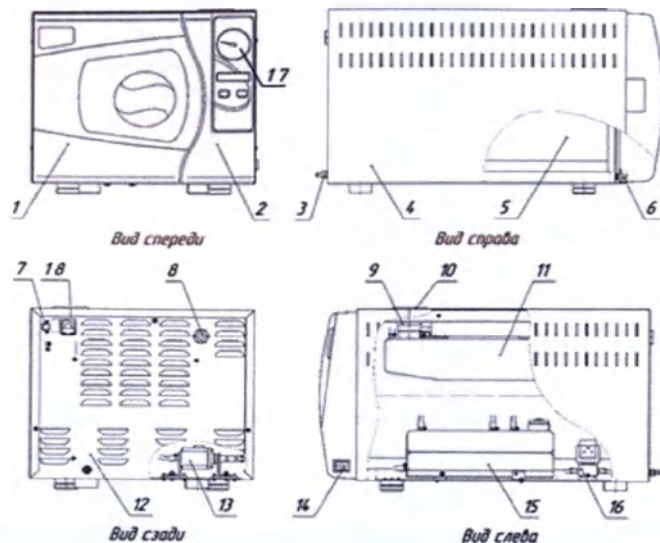
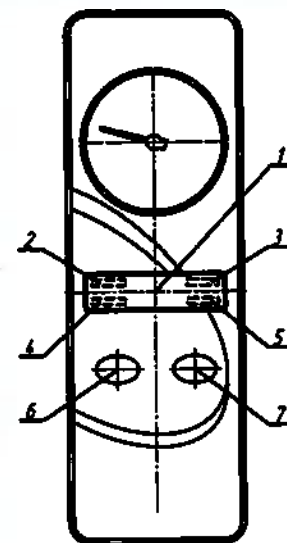

Рисунок 1 - Внешний вид стерилизатора парового ГК-25-ПЗ в варианте исполнения КИУС.942711.004-07.
Рисунок 3 - Панель управления:
1.5.1 Основными сборочными единицами стерилизатора являются (см. рисунок 1): стерилизационная камера 5, блок управления 2, бачок для воды 11, бачок конденсатный 15.
Обозначение программы и количество проведенных циклов стерилизации отображается соответственно в левом и в правом углах верхней строки дисплея, в тот момент, когда не запущен режим стерилизации (см. рисунок 3).
2.2.6 Подключить стерилизатор к сети. Перед подключением стерилизатора к питающей сети убедиться в том, что напряжение сети питания соответствует указанному в руководстве по эксплуатации и розетка питания имеет заземляющий контакт. Включить сетевой выключатель (поз.14 рисунок 1).
2.2.7 Вручную заполнить бачок для дистиллированной воды. Открыть пробку (поз. 10 рисунок 1) и через горловину (поз. 9 рисунок 1) залить в бачок для воды дистиллированную воду до окончания прерывистого звукового сигнала и (или) пропадания индикации отсутствия воды.
2.3.1 Включите сетевой выключатель (поз.14 рисунок 1), при этом загорится подсветка дисплея и индицируется основное меню (см. рисунок 3).
При необходимости долийте воды в бачок согласно 2.2.7. Стерилизатор готов к работе. Для запуска программы из основного меню (см. рисунок 3) нажмите кнопку ввода 7. При этом запускается последняя выбранная программа стерилизации (в данном случае – установленная заводом-изготовителем программа 1). При отработке программы на дисплее последовательно индицируются этапы программы стерилизации: "НАГРЕВ", "ВЫХОД В РЕЖИМ", "ЭКСПОЗИЦИЯ", "СБРОС ПАРА", "ВЫРАВНИВАНИЕ", "ЦИКЛ ЗАВЕРШЕН".
2.3.5 Стерилизатор работает автономно. Отработанные пар и вода сбрасываются в бак конденсатный. Емкости бачка гарантированно хватает на выполнение двух циклов стерилизации. По мере заполнения бачка конденсатной водой, её нужно сливать. Для этого при открытой дверце стерилизатора, необходимо на штуцер слива конденсата (см. рисунок 1) надеть шланг подходящего типоразмера и повернуть штуцер против часовой стрелки на два-три оборота, если штуцер с резьбой, либо вставить фитинг со шлангом подходящего типоразмера в штуцер для слива до щелчка, если штуцер быстроразъемный. После опустошения бачка – завернуть штуцер в обратную сторону и/или сдвинуть наружное кольцо штуцера в сторону стерилизатора до упора для отсоединения фитинга со шлангом.